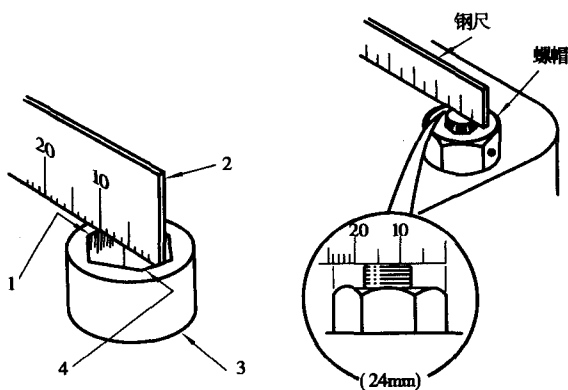

图 1.1.3 用钢直尺测量内 6 角螺母和外 6 角螺帽
5. 测量大的螺母或螺帽以及直边的部件时,使用钢直尺的效果较好(如图 1.1.3 所示)。